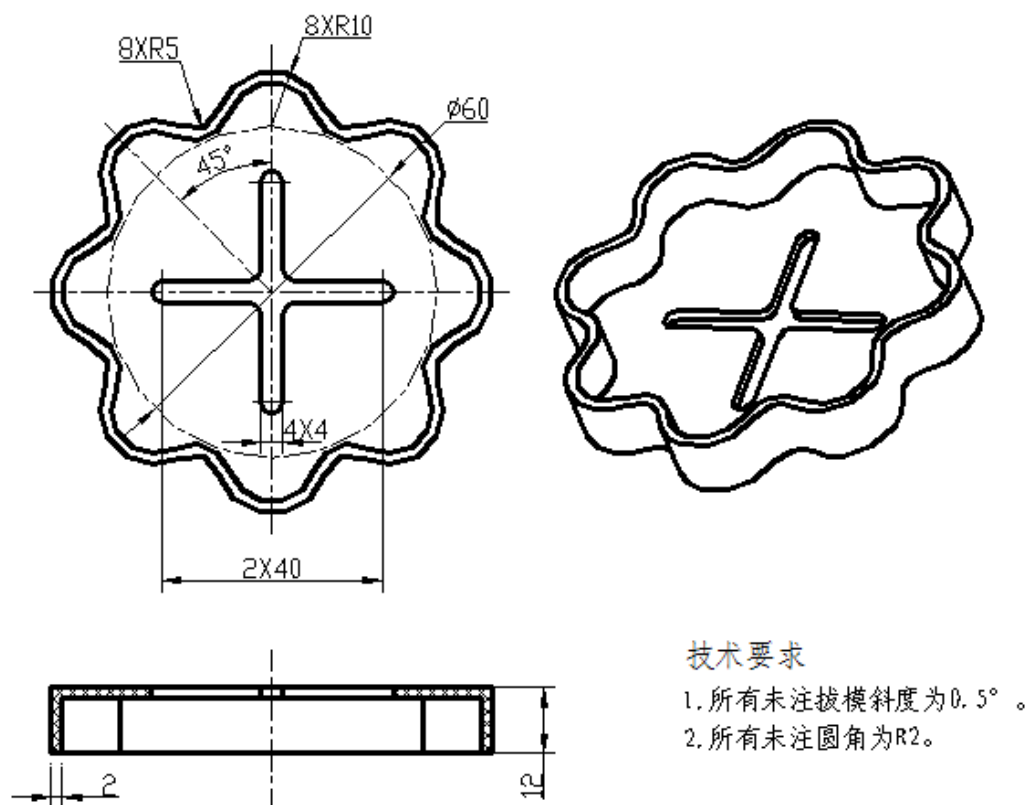

图 2-20 梅花形按钮
按照图2-20的要求，进行梅花形按钮塑件造型及注射模具型腔、型芯零件设计。塑件材料：ABS，收缩率0.5%，尺寸精度MT7。
- (1) 在F盘下建立考生文件夹，文件夹名称为考生准考证号，塑件三维造型及型腔、型芯设计所完成后的文件都存于此文件夹中。
- (2) 根据图2-20对该塑件进行三维造型设计，文件名称为3DSJ。
- (3) 完成该塑件的注射模具型腔、型芯零件设计，一模两穴。
- (4) 分模文件名称为SJFM，型腔（cavity）和型芯(core)。